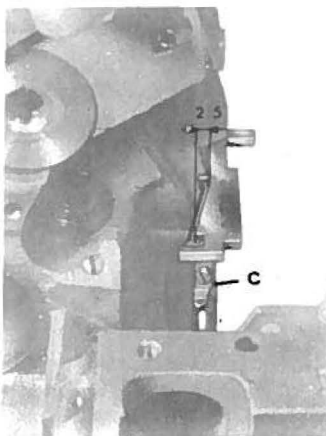

fig. 5
- appoggiare il calibro S 1832.00 sul piano fresato della base come fig. 5, spostare la leva C e ruotare il crochet (precedentemente soltanto fermato nella sua sede e non bloccato) in maniera di realizzarne la corretta inclinazione;
- la verifica dell'esatta posizione corrisponde alla quota indicata in fig. 5;